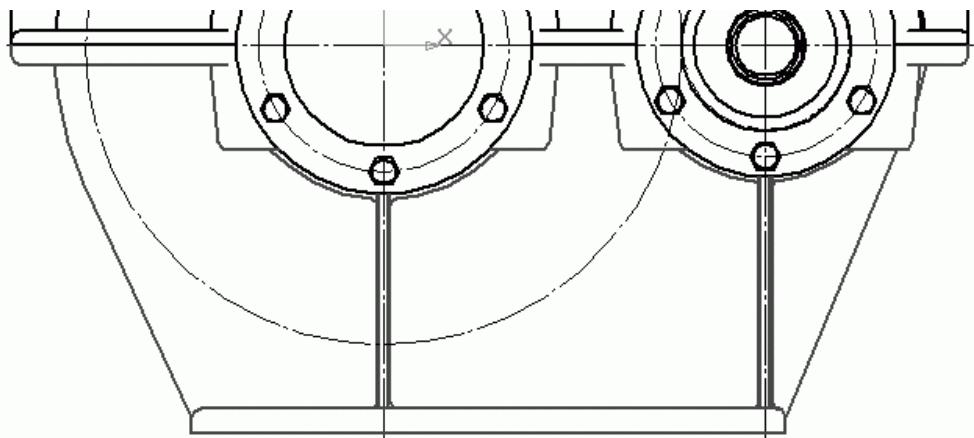

Рис. 2.115. Чертеж корпуса редуктора
5. Создать бобышки и ребра жесткости на корпусе намного проще, чем на крышке. Выделите указанные геометрические объекты на крышке редуктора (для этого не обязательно переходить на слой с изображением крышки), нажмите кнопку Симметрия на панели Редактирование и выполните отображение относительно горизонтальной осевой. Как вы заметили, отображенное изображение осталось на том же слое, что и его прототип. В принципе, в этом нет ничего страшного. Однако если вы хотите, чтобы бобышки корпуса располагались на том же слое, что и сам корпус, вам следует выделить все отображенные объекты, вырезать их с чертежа (команда меню Редактор > Вырезать или сочетание клавиш Ctrl+X), после чего вставить на слой, на котором изображен корпус (команда меню Редактор > Вставить или сочетание клавиш Ctrl+V). Обязательно проследите, чтобы при удалении (вырезании) объектов чертежа и при их вставке вы указали в качестве базовой одну и ту же точку вида. Симметричное изображение необходимо будет немножко отредактировать из-за того, что толщина фланца корпуса превышает толщину фланца крышки редуктора. Вам также придется вручную дорисовать ребро жесткости под крышкой ведущего вала. Завершив редактирование, удалите вспомогательную геометрию с чертежа (рис. 2.115).